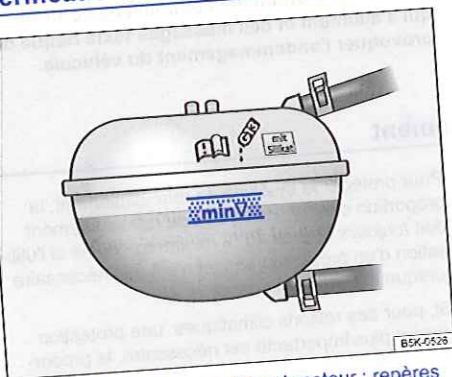

Fig. 211 Dans le compartiment-moteur : repères sur le vase d'expansion du liquide de refroidissement
- Lorsque le moteur est froid, vérifiez le niveau de liquide de refroidissement à l'aide des repères latéraux du vase d'expansion de liquide de refroidissement → **fig. 211**. Le niveau de liquide de refroidissement doit se situer entre les repères.
- Faites l'appoint uniquement avec du liquide de refroidissement **neuf** conforme aux spécifications de Volkswagen (→ page 343) → **①**.
- Le niveau de liquide de refroidissement doit se situer entre les repères du vase d'expansion → **fig. 211**. **En rétablissant le niveau, ne dépassez pas le bord supérieur de la zone repérée** → **①** !
- Si en cas d'urgence, aucun liquide de refroidissement conforme aux spécifications (→ page 343) n'est disponible, n'utilisez pas d'autre additif de liquide de refroidissement ! Ne faites d'abord l'appoint qu'avec de l'eau distillée → **①**. Faites ensuite préparer le plus rapidement possible la proportion de mélange adéquate avec l'additif de liquide de refroidissement prescrit → page 343.
- Ne faites l'appoint de liquide de refroidissement que jusqu'au bord supérieur de la zone repérée ⇒ **fig. 211**. Le surplus de liquide de refroidissement est sinon refoulé, une fois chauffé, hors du circuit de refroidissement et peut entraîner des endommagements.